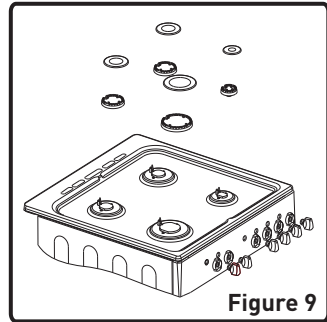

Figure 9
- Retirez le chapeau de brûleur et le brûleur supérieur (figure 9).